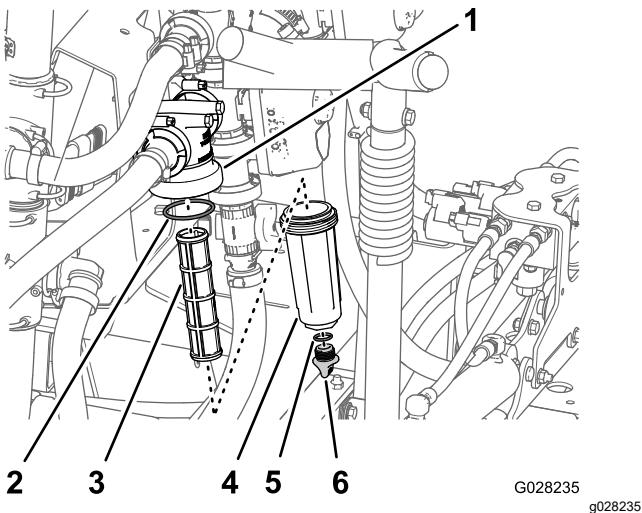

Figura 148
2. Coloque un recipiente de drenaje debajo del filtro de presión (Figura 148).
3. Gire el tapón de vaciado en sentido antihorario y retírelo de la cubeta del filtro de presión (Figura 148).
4. Enrosque la cubeta en sentido antihorario y retírela de la cabeza del filtro (Figura 148).
5. Retire el elemento usado del filtro de presión (Figura 148).
6. Inspeccione la junta tórica del tapón de vaciado (situada dentro de la cubeta) y la junta tórica de la cubeta (situada dentro de la cabeza del filtro) en busca de daños o desgaste (Figura 148).
7. Instale el elemento nuevo del filtro de presión en la cabeza del filtro (Figura 148).
8. Instale la cubeta en la cabeza del filtro, y apriétela a mano (Figura 148).
9. Instale el tapón en la cubeta, y apriételo a mano (Figura 148).